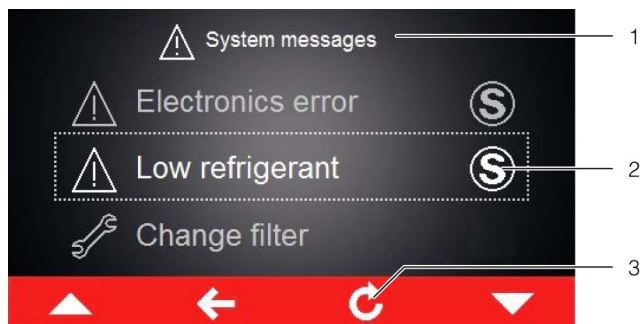

Bild 18: Bildskärm med felmeddelanden
Om ett felmeddelande föreligger, som inte kan åtgärdas av operatören själv och inte återställs av sig självt, visas bakom felmeddelandet samt i manöverpanelen bredvid symbolen för systemmeddelanden symbolen "Service" (bild 18, pos. 2).